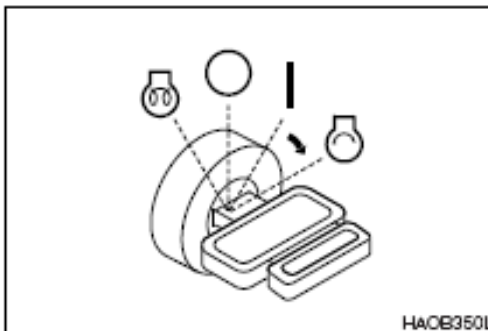

Figura 10
5. Una vez encendido el testigo del final del precalentamiento, sitúe inmediatamente el interruptor de arranque "I" en la posición de arranque START (Figura 10). El motor debe arrancar en aproximadamente 5 segundos.